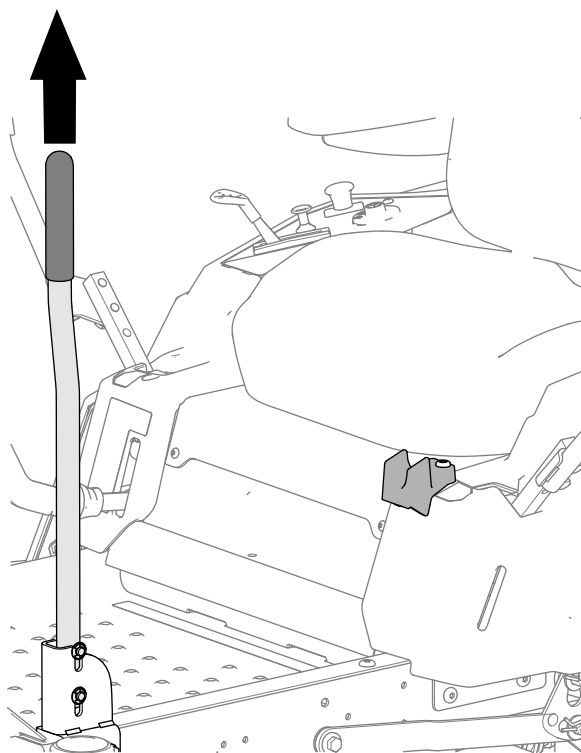

Figura 19
1. Levante el asidero como se muestra en la Figura 19.